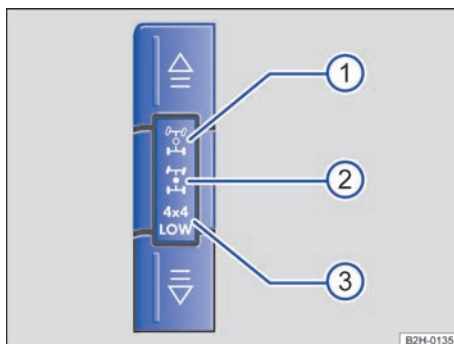

Fig. 142 En la consola central: teclas para conectar y desconectar la tracción total.
En los vehículos con tracción total conectable, en el estado inicial siempre está activa la tracción trasera. La tracción total se conecta manualmente en dos niveles mediante las teclas de la consola central → fig. 142.
Cuando se circule por calzadas secas de piso firme se deberá utilizar la tracción trasera. Cuando la tracción trasera está conectada, se enciende el símbolo → fig. 142 ① en la consola central.
- Pulse una vez la tecla .  parpadea durante algunos segundos en el cuadro de instrumentos. La tracción total (4X4 HIGH) está conectada cuando el testigo de control  → fig. 142 ② permanece encendido en el cuadro de instrumentos y en la consola central.
- Pulse de nuevo la tecla  con el motor en marcha y la tracción total (4X4 HIGH) conectada. 4X4 LOW parpadea durante algunos segundos en el cuadro de instrumentos. La tracción total con etapa reductora (4X4 LOW) está conectada cuando 4X4 LOW → fig. 142 ③ permanece encendido en el cuadro de instrumentos y en la consola central.